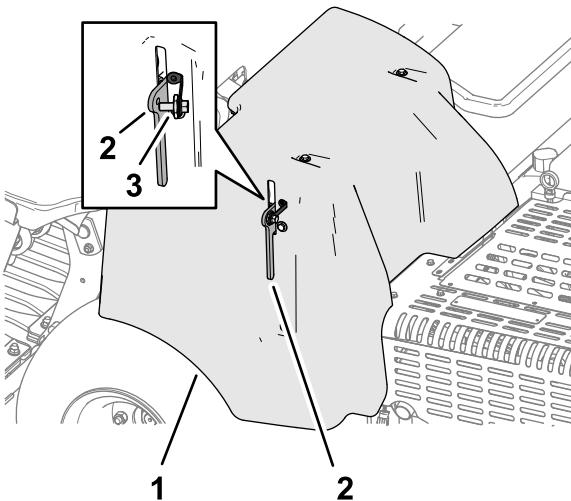

Рисунок 147
- Если ваша машина оснащена стропом фиксатора крышки ремня в соответствии с требованиями ЕС, вставьте болт стропа в отверстие фиксатора крышки и затяните болт (Рисунок 147).